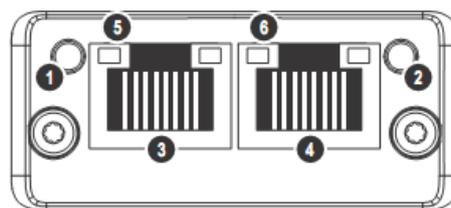

Figura 2.11: Descrição dos LEDs de indicação do módulo PROFINET IO
PROFINET IO define dois LEDs para indicação de estados, um para o módulo de comunicação (MS) e outro para a rede (NS). A figura 2.11 descreve os LEDs de indicação.